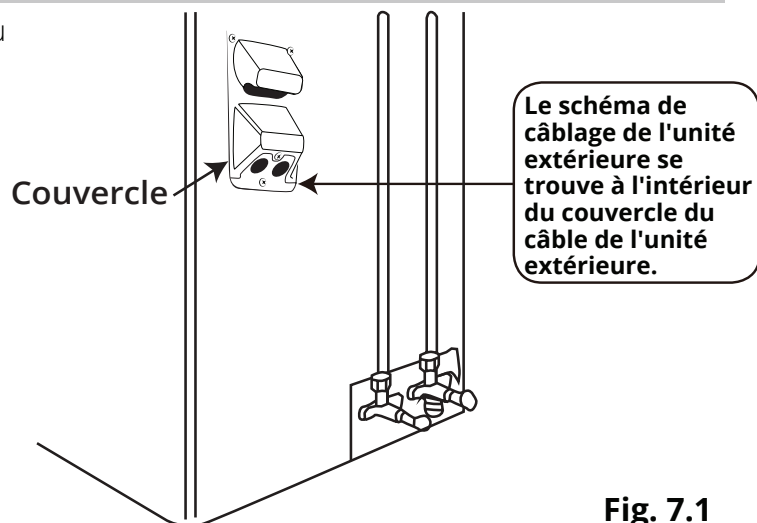

Fig. 7.1
1. Retirez les vis du couvercle du câblage électrique du condensateur extérieur, tel qu'indiqué sur l'image ci-dessous et la **Fig.7.1**, et retirez-le.
TOUT LE CÂBLAGE DOIT ÊTRE INSTALLÉ EN RESPECTANT STRICTEMENT LE SCHÉMA DE CÂBLAGE SITUÉ À L'INTÉRIEUR DU COUVERCLE DES FILS DU CONDENSEUR EXTÉRIEUR, TEL QU'ILLUSTRÉ À LA FIG. 7.1.